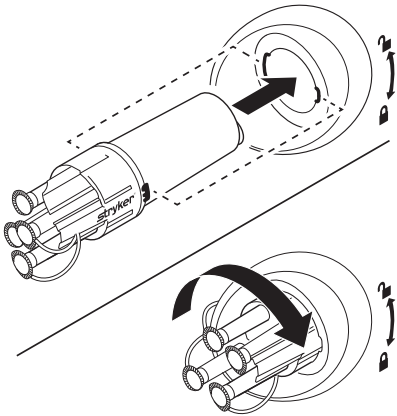

Abbildung 3 Sammelrohr installieren und verriegeln
1. Das Sammelrohr mit seinen Halteungen auf den entsprechend geformten Anschluss am gewünschten Behälter des mobilen Absauggeräts ausrichten und eindrücken (Abbildung 3).